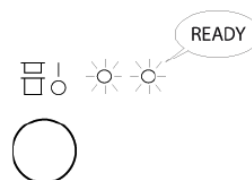

Fig.28
- Si después del proceso de calentamiento de agua se alcanza la temperatura adecuada, la luz indicadora verde se visualiza en la posición "D" -la máquina está lista para su uso. (Fig. 28)